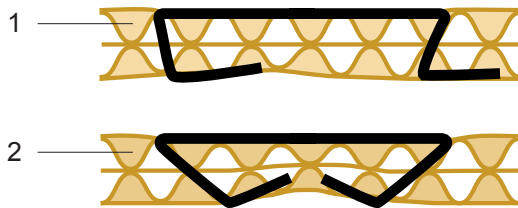

Fig. 13
Jede Flachhefter wurde vor der Auslieferung genau geprüft. Es könnte sich jedoch beim Transport eine Schraube gelöst haben, welches ein unkorrektes Heften (Fig. 13/1) verursacht.
- Machen Sie eine Probeklammerung in einen Karton. Wenn die Rillplatte korrekt eingestellt ist, sollte die Klammerung wie in (Fig. 13/2) aussehen.